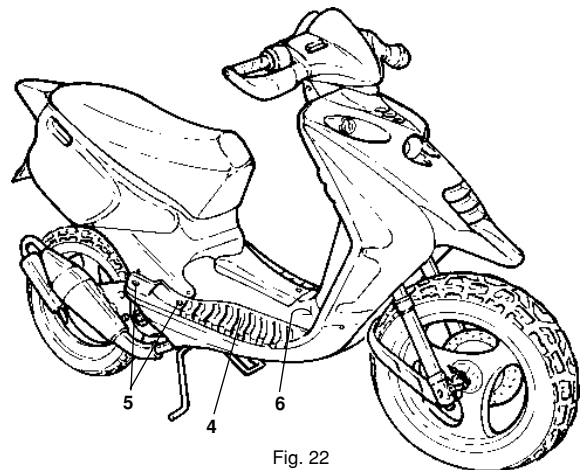

Fig. 22
- Zum Ausbau des Trittbretts (4 - Fig. 22) die Schrauben (5 - Fig. 22) auf beiden Fahrzeugseiten lösen.
- Auf beiden Fahrzeugseiten die Schrauben (6 - Fig. 22) lösen, die sich unterhalb des Beinschutzes befinden.